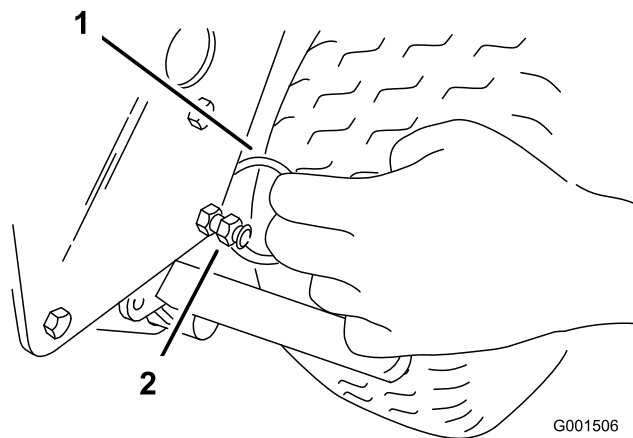

Figura 7
- Sujete el anillo partido (Figura 7) situado en el lado derecho de la máquina, tire del anillo y la cadena en línea recta, en dirección perpendicular a la máquina, y enganche el anillo sobre el perno del protector.